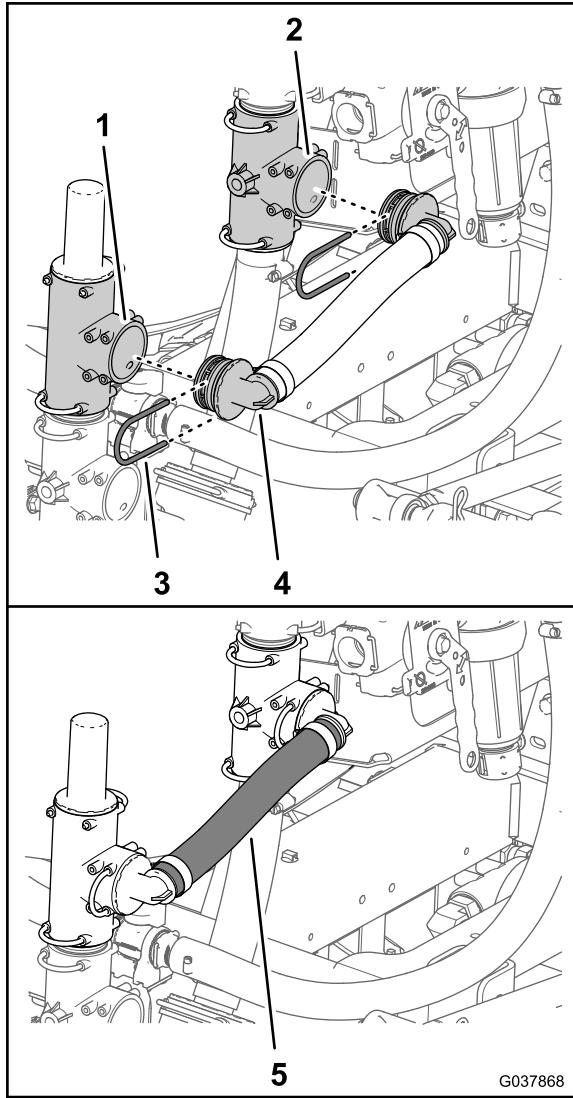

Figura 70
1. Montate il raccordo a 90° del flessibile di sfiato della pressione - 25 x 298 mm (1 x 11-3/4 poll.) nel foro aperto del raccordo a T nella valvola di sfiato della pressione (Figura 70).
| 2. Montate il raccordo a 90° del flessibile di sfiato della pressione nel foro aperto del raccordo a T inferiore (Figura 70). | |
| 3. Fissate i raccordi a 90° al raccordo a T (Figura 70) con i 2 fermi che avete rimosso al passaggio 1 e 2 di Spostamento della valvola di sfiato della pressione (pagina 32) . | |